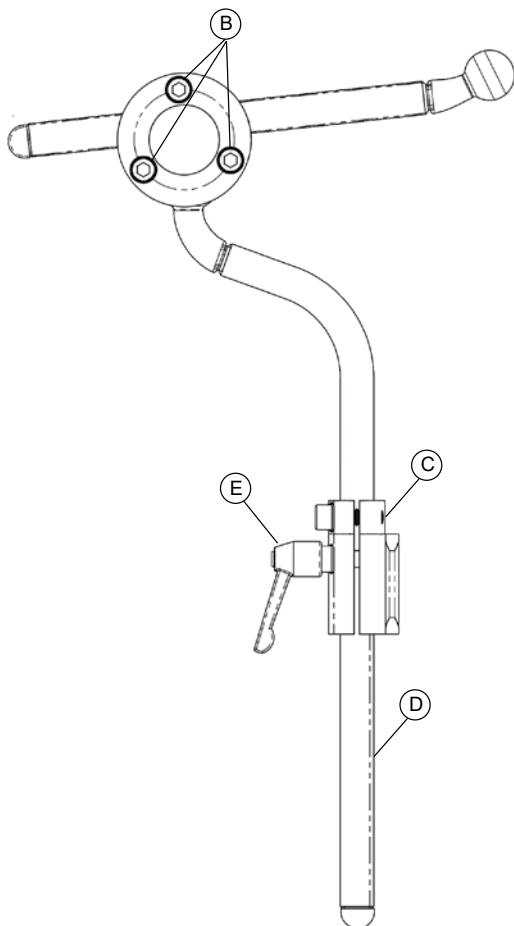
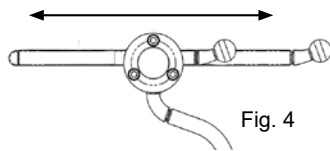
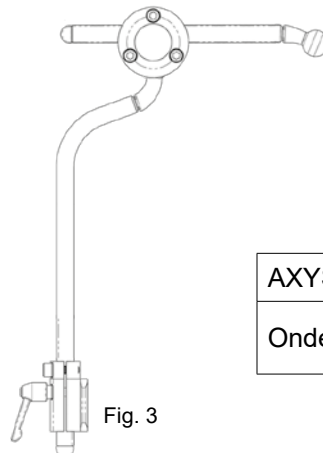

Fig. 1
Fig. 4
Fig. 3
1. Monteer onderdelen zoals getoond in afbeelding 1.
1. Verticaal - Maak de hendel (fig. 1, E) los, stel op de juiste hoogte, en doe dan de borgring omlaag (fig. 1, C). De verticale stang kan worden gedraaid om extra aanpassing van de hoek van de opbouw van kussen/basisplaat te verkrijgen.
2. Diepte en hoek instelling - Draai 3 stelschroeven los (fig. 1, B) voor aanpassing van diepte en hoek (Fig. 4 en 5). Draai de horizontale stang 180° voor grotere hoekinstelling (Fig. 3). Keer de verticale stang 180° voor grotere instelling (fig. 3).